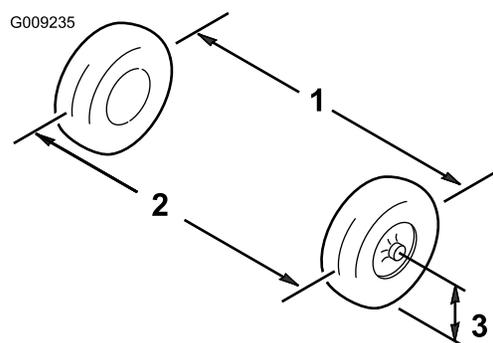

Figura 54
6. Meça a distância entre os pneus dianteiros à altura do eixo na zona dianteira e traseira dos pneus dianteiros (Figura 54).